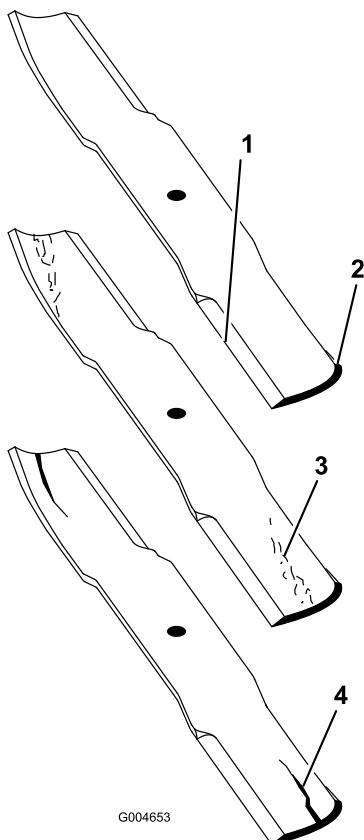

Figura 71
1. Inspeccione los filos de corte (Figura 71). Si los bordes no están afilados o tienen muescas, retire las cuchillas y afílelas. Consulte Afilado de las cuchillas.
2. Inspeccione las cuchillas, especialmente la parte curva (Figura 71). Si observa daños, desgaste o la
formación de una ranura en esta zona (Figura 71), instale inmediatamente una cuchilla nueva.